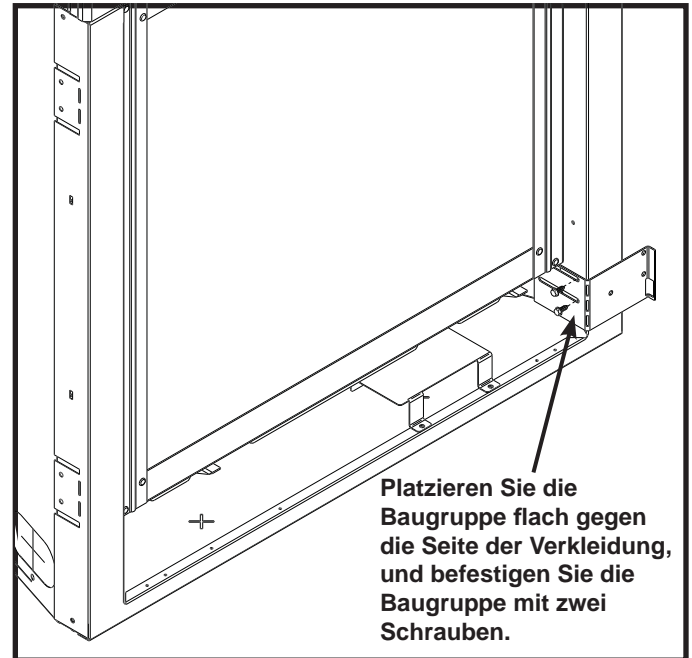

Abbildung 14.12
3. Platzieren und befestigen Sie die Schalterbaugruppe so wie unten gezeigt an der unteren rechten Seite der Verkleidung. Die Baugruppe muss direkt an der Seite der Verkleidung oder des Verkleidungsmaterials platziert werden. Siehe Abbildung 14.12.